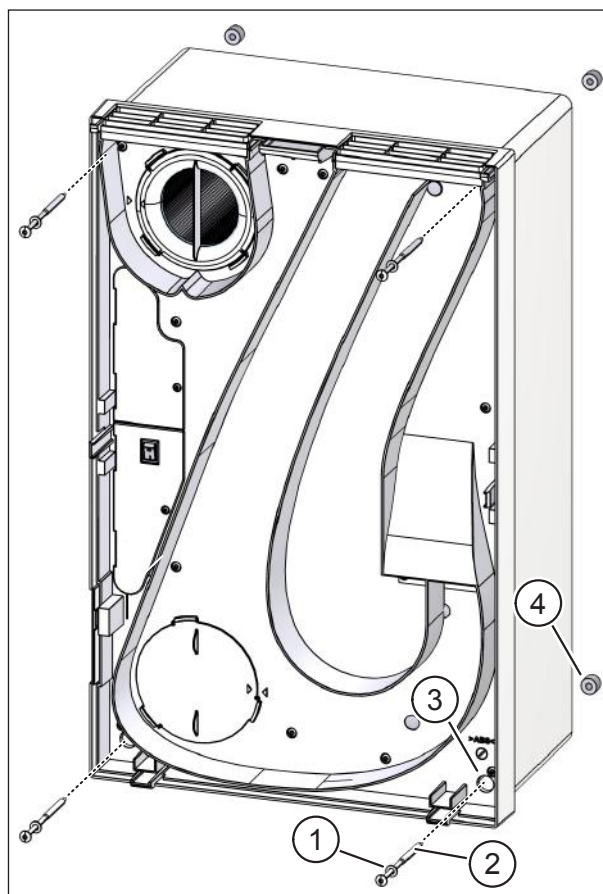

Рис. 31: вставить крепежные винты
- ▶ Насадите подкладные шайбы (поз. 1 на рис. 31) на крестовые винты (поз. 2 на рис. 31) и вставьте их в отверстия в корпусе (поз. 3 на рис. 31).
- ▶ Прикрутите четыре центрирующих элемента (поз. 4 на рис. 31) на обратную сторону четырёх крестовых винтов таким образом, чтобы конец крестового винта прим. на 10 мм выступал над центрирующим элементом